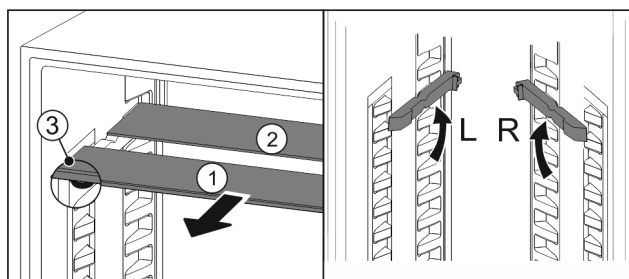

Fig. 127
- ▶ Retire las planchas de cristal individualmente hacia delante Fig. 127 (1).
- ▷ La placa de vidrio Fig. 127 (1) con moldura está situada delante.
- ▷ Los topes Fig. 127 (3) miran hacia abajo.